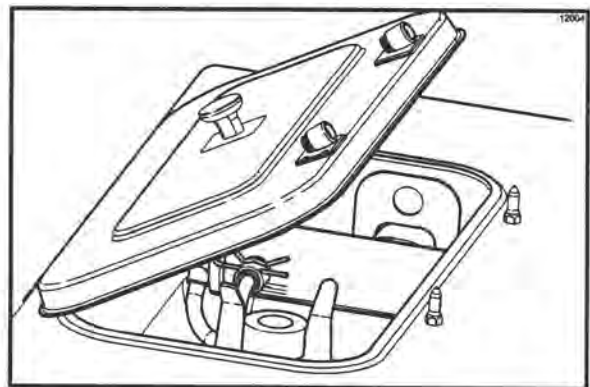

Figura 44
**Importante:** Vuelva a instalar el agitador en el armazón del eje motor del agitador. Vuelva a colocar la tapa de la tolva. (Vea la figura 44.)